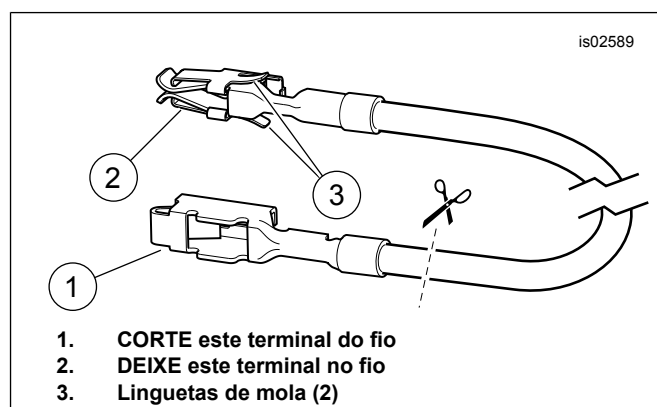

Figura 8. Fio adaptador do bloco de fusíveis (Dyna e Softail)
3. Veja Figura 22. Pegue o fio laranja/branco adaptador do bloco de fusíveis (9) do kit. Observe o terminal em cada extremidade (veja Figura 8 ). Somente o terminal com linguetas de mola caberá neste bloco de fusíveis. Corte cuidadosamente o terminal não usado do fio e descarte-o.